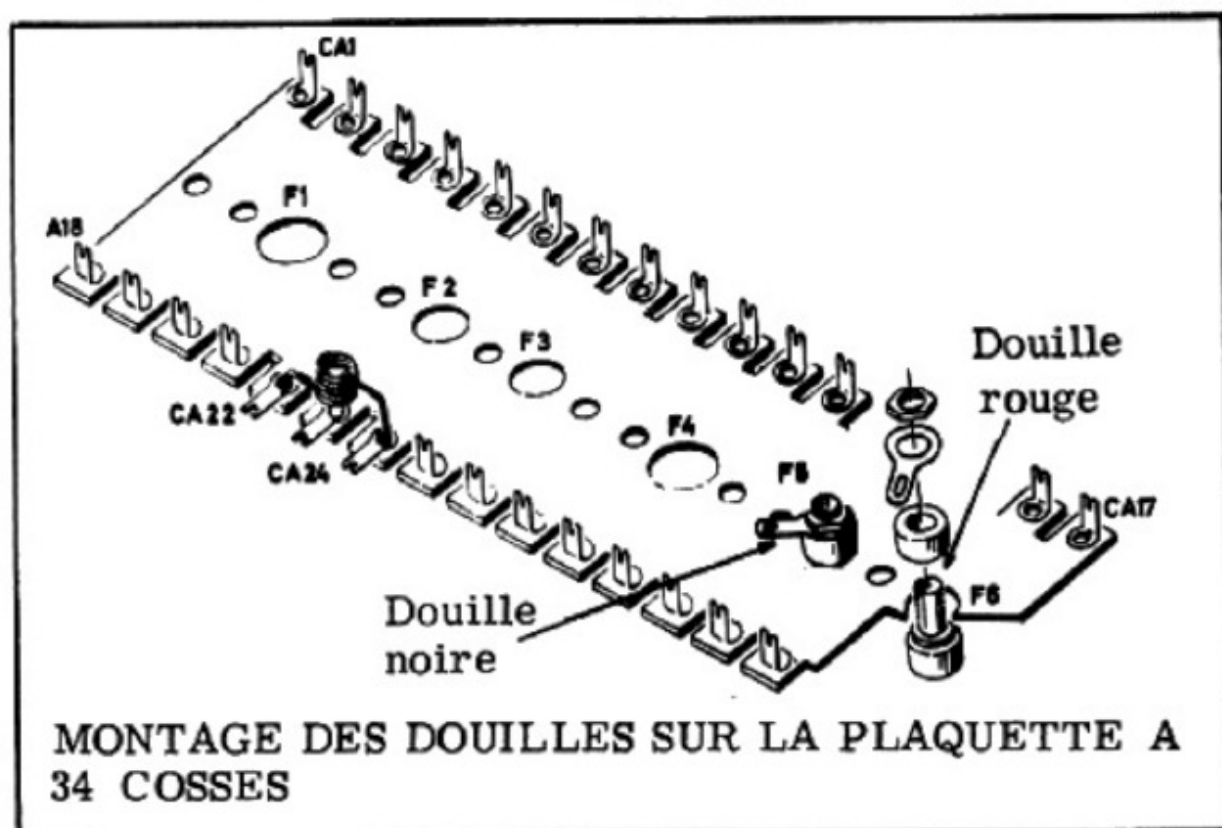

Figure 7
c) Montez une douille noire avec une cosse dans l'ouverture F5 et une douille rouge, munie également de sa cosse dans l'ouverture F6 de la plaquette. Pour le montage des douilles et l'orientation des cosses référez-vous à la *figure 7*.